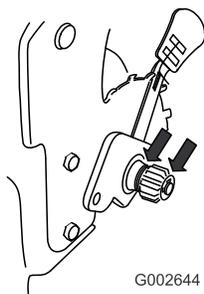

Рисунок 39
2. Нанесите смазочное масло на внутреннюю и внешнюю стороны зубчатого колеса, как показано на Рисунок 39.